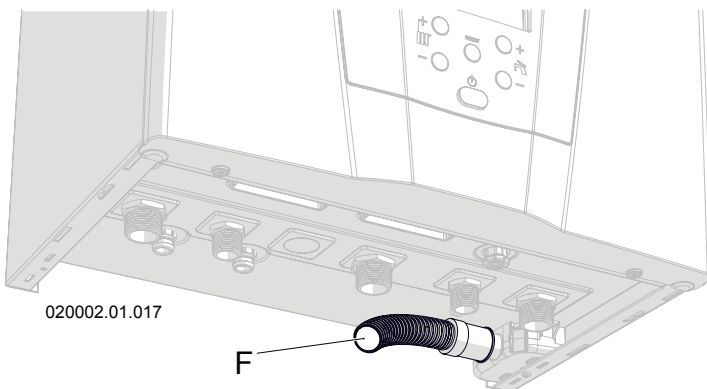
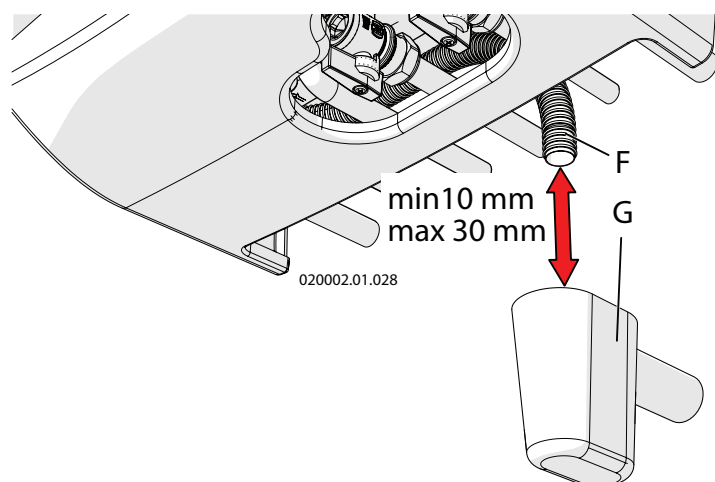

Figure 5-5 - Conduit d'évacuation des condensats
Figure 5-8 - F = conduit d'évacuation des condensats
L'appareil est prédisposé d'un siphon pour l'évacuation des condensats (voir les Figures 3-2 et 3-4 élément « 40 ») et pour prévenir la sortie des produits de la combustion, dont la terminaison correspond au conduit « F » de la Figure 5-5. Cette terminaison doit être dirigée dans un siphon ultérieur anti-odeurs (Figure 5-8 élément « G ») de manière à prévenir le retour des mauvaises odeurs dans l'atmosphère (le siphon anti-odeurs « G » est fourni sur demande). Le système d'élimination des condensats doit en particulier :
- ☞ pour les logements et pour les bureaux de plus de 10 utilisateurs, il peut être raccordé au système d'épuration des eaux usées domestiques au moyen d'un siphon avec déconnexion permettant d'éviter la pressurisation du système (siphon disposé à l'intérieur de l'appareil) et d'empêcher le retour des mauvaises odeurs d'égout (détail « G » de la Figure 5-8). Si le bureau est utilisé par moins de 10 personnes, avant le raccordement à l'évacuation des eaux usées domestiques, il est opportun d'utiliser un neutraliseur de condensats (voir le Chapitre 9 pour la valeur d'acidité des condensats et pour la quantité).
La décharge de la soupape de sécurité est acheminée dans le conduit « F » de la Figure 5-5 qui doit ensuite être amené au siphon anti-odeur (détail « G » Figure 5-8). Cette évacuation avec siphon est conçu pour éviter les surpressions en cas d'ouverture de la vanne et permet à l'utilisateur de vérifier toute intervention éventuelle. Le siphon anti-odeurs « G » de la Figure 5-8 est fourni sur demande.